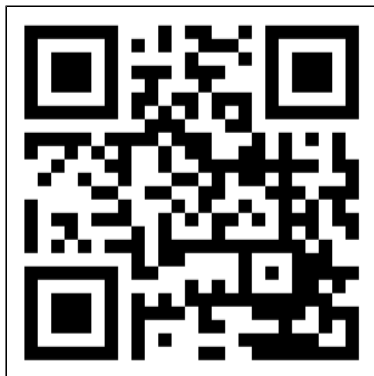

Figure 88.
1. Ouvrez le manuel de l'application Eurom Smart avec le QR-code (Figure 88) ou rendez-vous sur www.eurom.nl/nl/manuals.